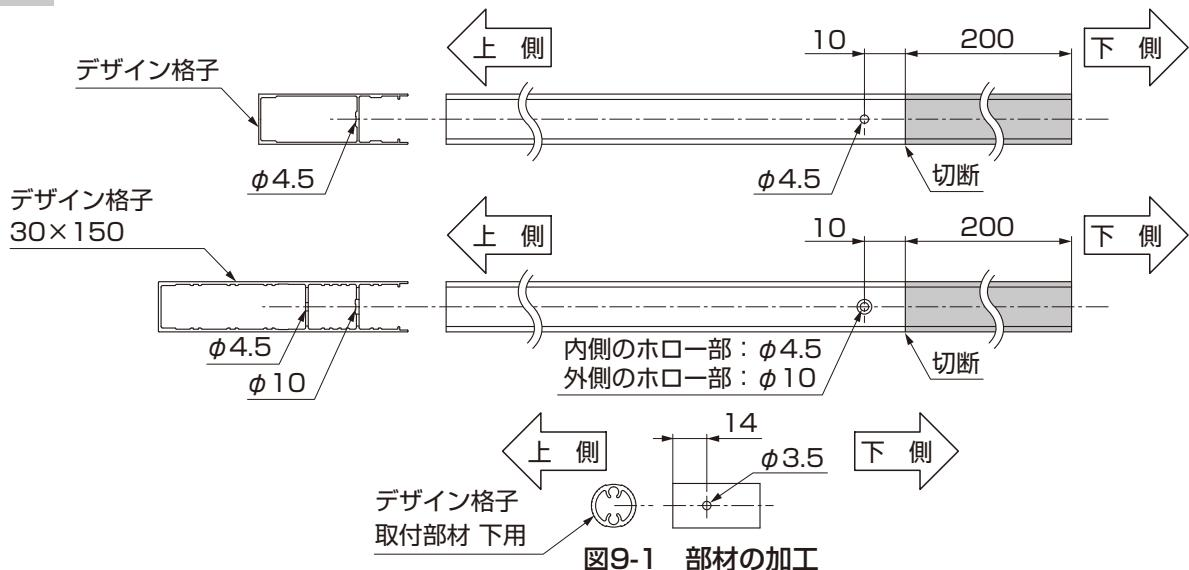

図9-1 部材の加工
- ①デザイン格子、デザイン格子取付部材下用を切断、穴加工してください。(図9-1参照)